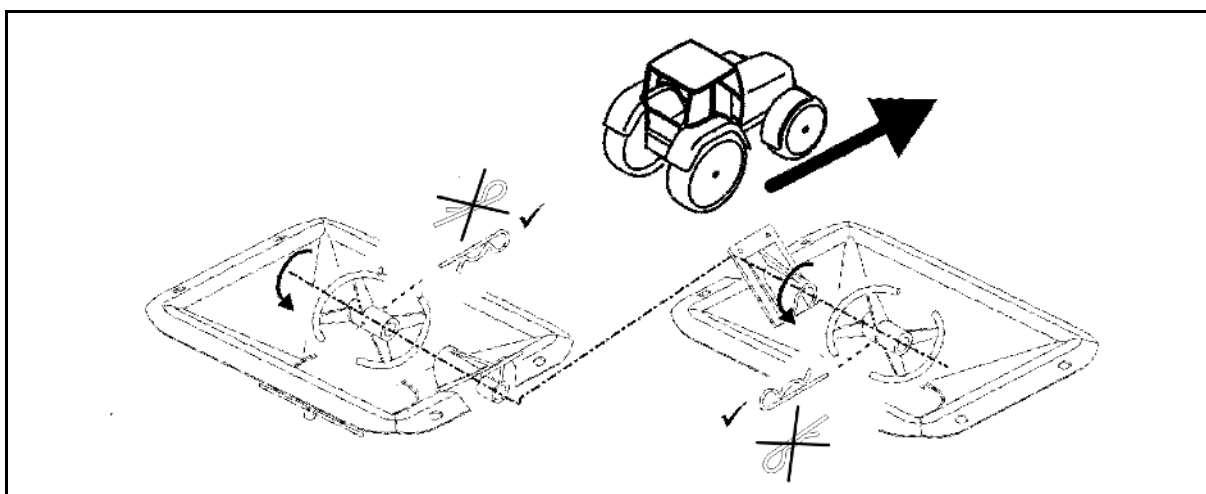

Bild 90
2. Slacka fjädrarna (Bild 90/1) genom att lossa respektive mutter (Bild 90/2).